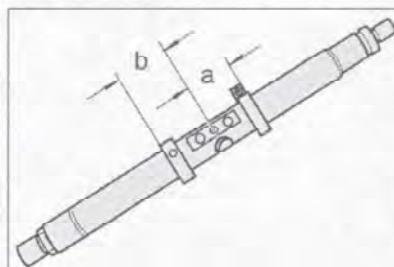

Рис. 7.152. Отрегулируйте измерительное приспособление VW 385/1 на размер *a* = 45 мм. Отрегулируйте установочное кольцо приспособления на размер *b* = 75 мм.
32. Отрегулируйте измерительное приспособление VW 385/1 на размер *a* = 45 мм (рис. 7.152). Отрегулируйте установочное кольцо приспособления на размер *b* = 75 мм.